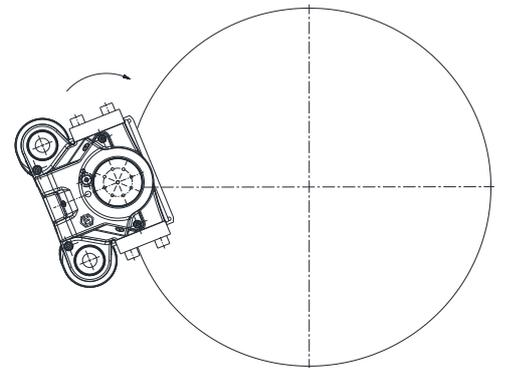

Bild 11
**Zur leichteren Montage können Sie die Position der Bremse zunächst mit nur einer Schraube fixieren. Schwenken Sie die Bremse so weit ein, bis auch die zweite Schraube eingesetzt werden kann (siehe Bild 11).**